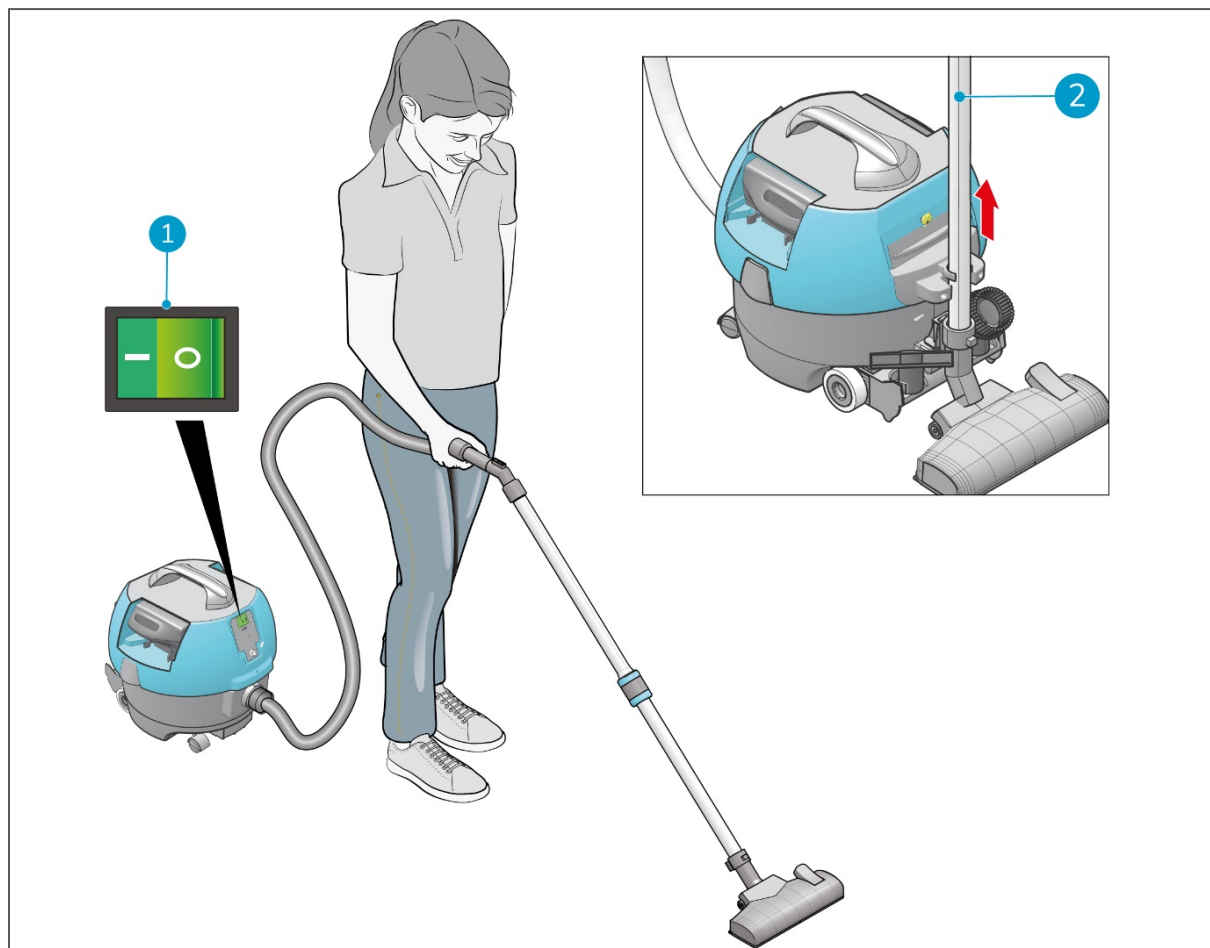

Figure 18
1. Appuyez sur l'interrupteur ON/OFF (Figure 18, pos 1) pour démarrer l'i-vac 9B®. La DEL de fonction d'aspiration s'allume.
2. Sortez le manche (Figure 18, pos. 2) de son support.
1. Appuyez sur l'interrupteur ON/OFF (Figure 18, pos 1) pour éteindre l'i-vac 9B.
2. Remettez le manche (Figure 18, pos. 2) sur le support.